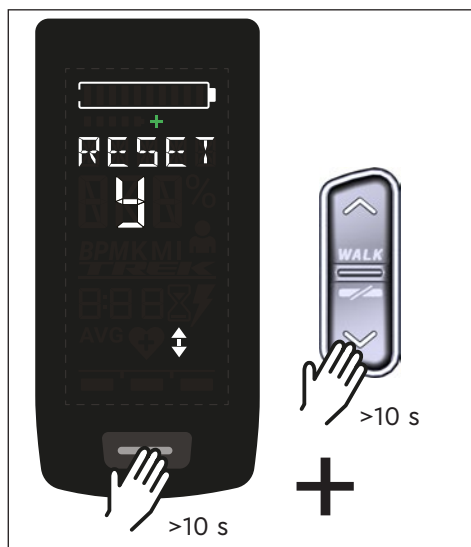

Fig. 10: Restablecimiento de los ajustes de fábrica
- ▶ Mantenga pulsados el botón en el Display y el botón ABAJO en el Remote durante al menos 10 s, primero se indica el modo de configuración y a continuación RESET (véase Fig. 10).